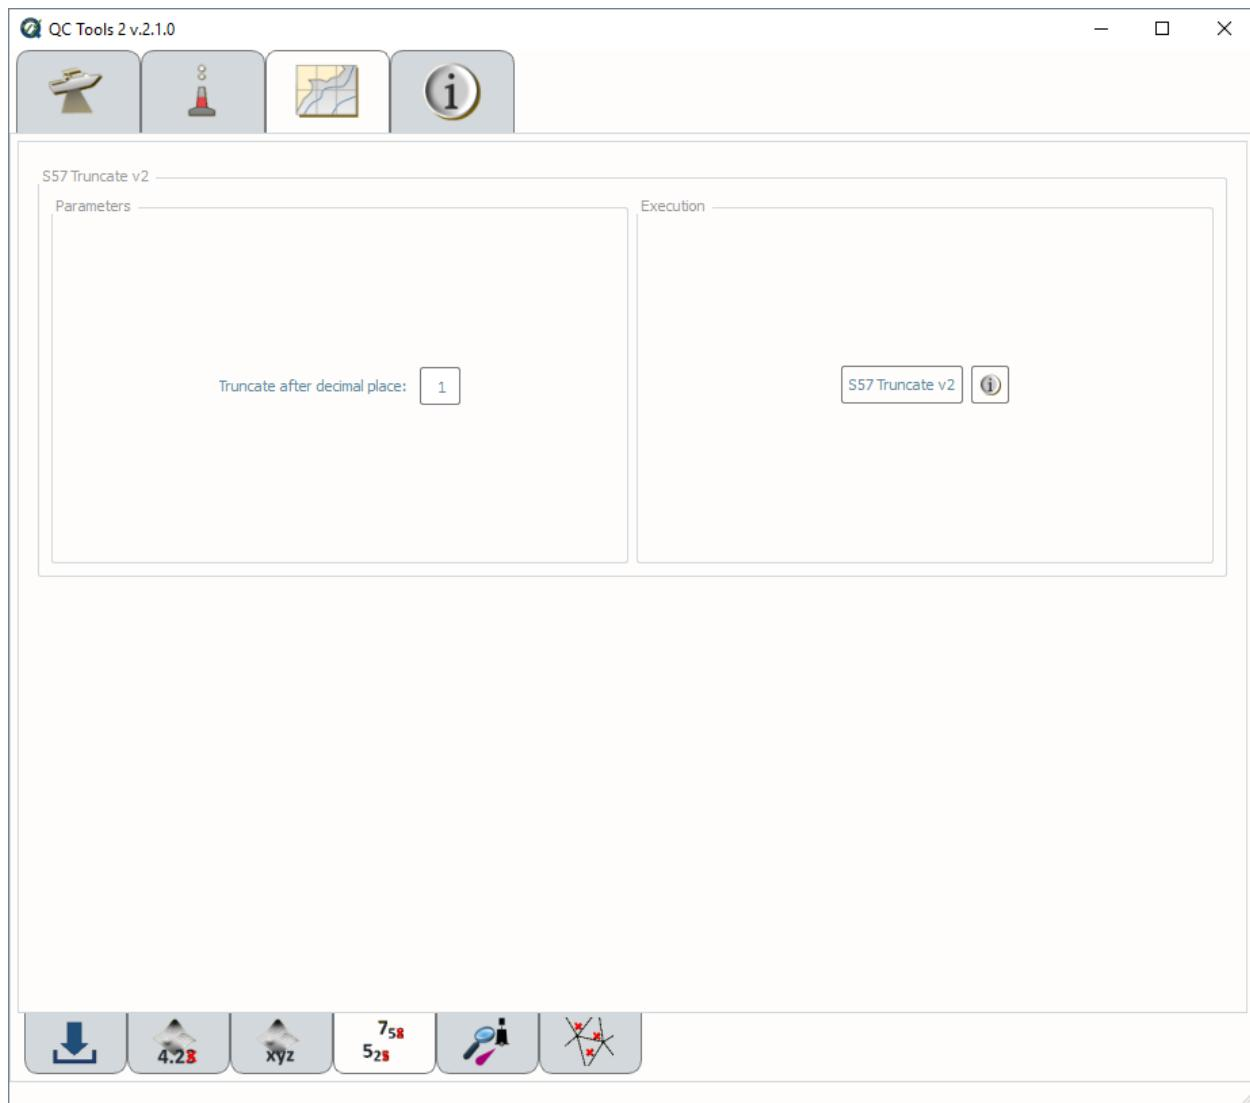

Fig. 2.65: S57 Truncate.
- In **Execution** (Fig. 2.65), click **S57 Truncate v2**.